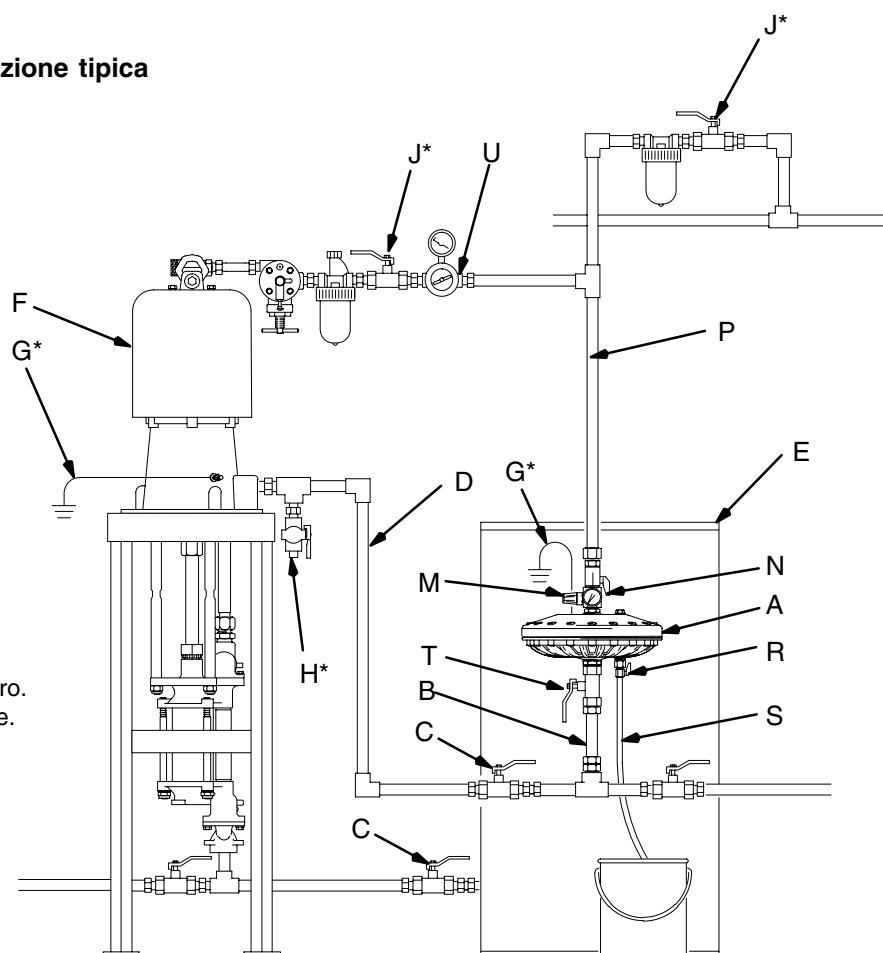

Fig. 4
Il serbatoio di compensazione (A) modello 233736 deve essere installato in senso orizzontale (vedere Fig. 4).
1. Vedere la Fig. 4 a pagina 8. Chiudere la valvola del fluido (T). Aprire la valvola di adescamento (R)
2. Aprire la valvola dell'aria (N) e impostare il regolatore dell'aria (M) alla pressione desiderata. Quando il serbatoio viene caricato con acqua, chiudere la valvola dell'aria (N) per evitare che l'aria fuoriesca quando viene introdotto il fluido.